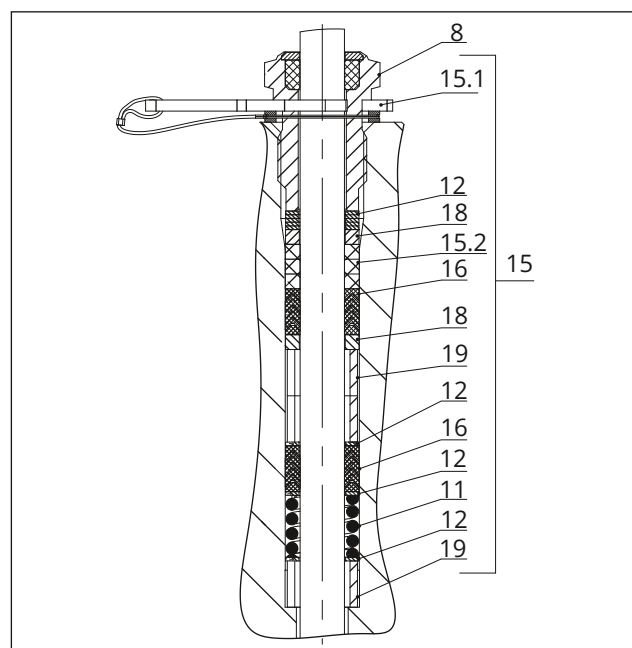
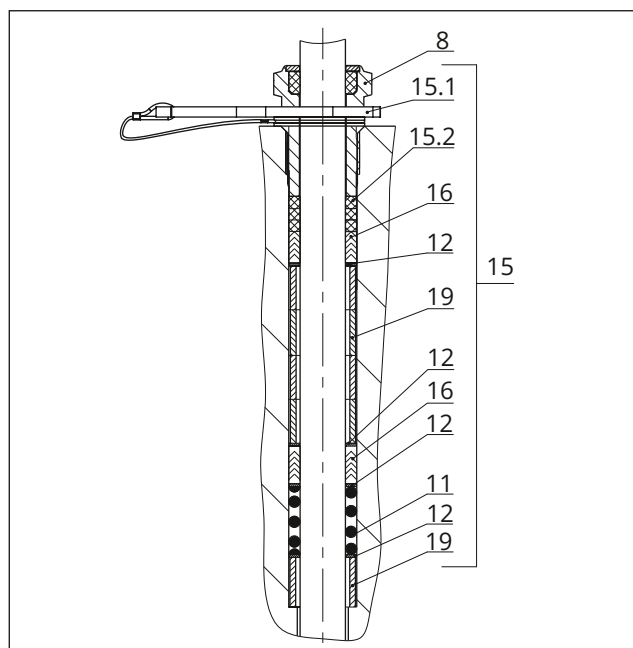

Fig. 26: Empanque ADSEAL: DN 15 a 40/NPS 1/2 a 1 1/2
Fig. 27: Empanque ADSEAL: DN 50 a 100/NPS 2 a 4
2. Deslize cuidadosamente as peças de empanque sobre a haste do obturador para dentro da câ-mara do empanque utilizando uma ferramenta adequada. Observe a sequência correta (consul-te a Fig. 26 ou a Fig. 27).
4. Insira o anel espaçador vermelho (15.1) entre o casquilho roscado (8) e o anel de retenção (con-sulte a Fig. 26 ou a Fig. 27).
2. Deslize cuidadosamente as peças de empanque sobre a haste do obturador para dentro da câmara do empanque utilizando uma ferramenta adequada. Observe a sequência correta (consulte a Fig. 26 ou a Fig. 27).
4. Insira o anel espaçador vermelho (15.1) entre o casquilho roscado (8) e o anel de retenção (consulte a Fig. 26 ou a Fig. 27).